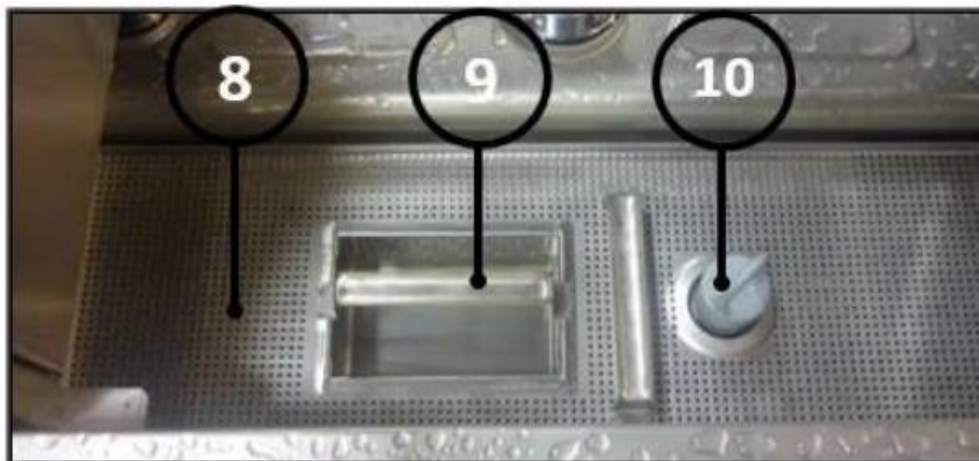

Fig. 3.
2. Ridicati capota si indepartati cosul de ramasite(Fig.3. element 9), tava de filtrare (element 8) si teava supraplin (element 10).